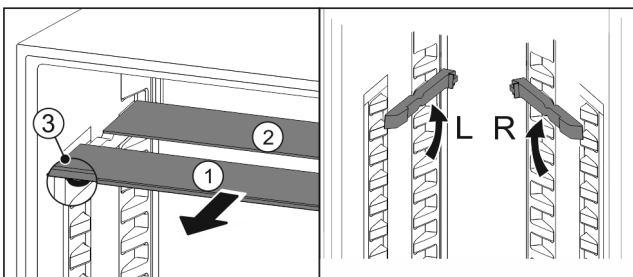

Fig. 85
- ▶ По одной извлеките Fig. 85 (1) стеклянные панели движением вперед.
- ▷ Стеклянная панель Fig. 85 (1) с декоративной планкой лежит спереди.
- ▷ Стопоры Fig. 85 (3) показывают вниз.